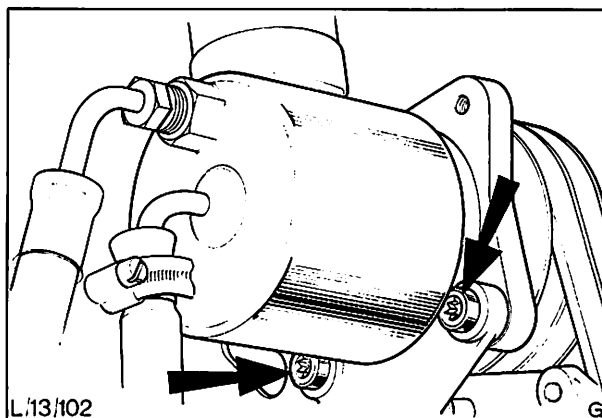

Abb. 61 Befestigungsscheiben – Pumpe
6. Pumpe an Halterung anbauen, Abb. 61.